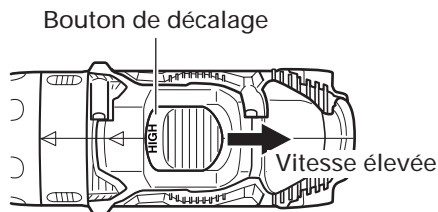

Fig. 18
(1) Actionnez le bouton de décalage pour changer la vitesse de rotation. Enfoncez le bouton de blocage pour relâcher le blocage et déplacez le bouton de décalage dans la direction de la flèche. (Voir les Fig. 18 et 19)